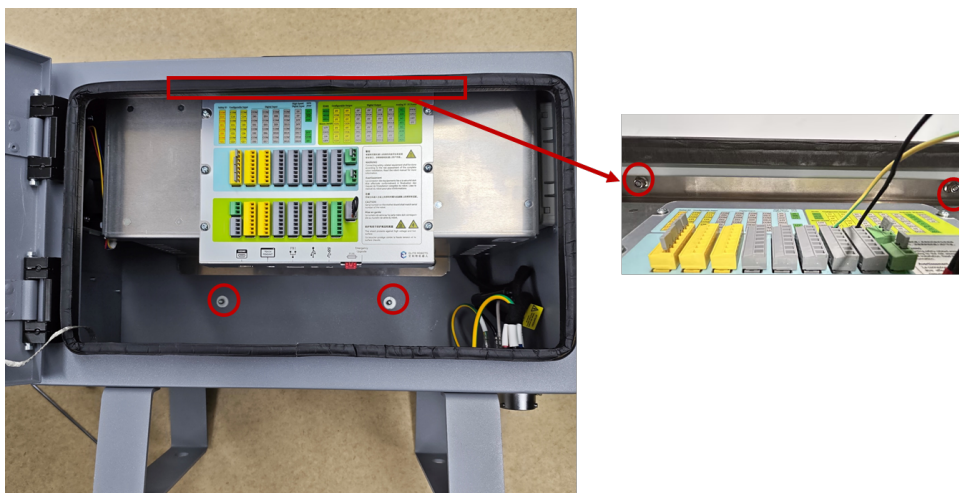

图 3-23: 控制柜内六角圆柱头螺钉位置
10. 将安装钣金模块放回箱体内，并将 4 颗内六角圆柱头螺钉拧紧固定好安装钣金，如图 3-23所示；